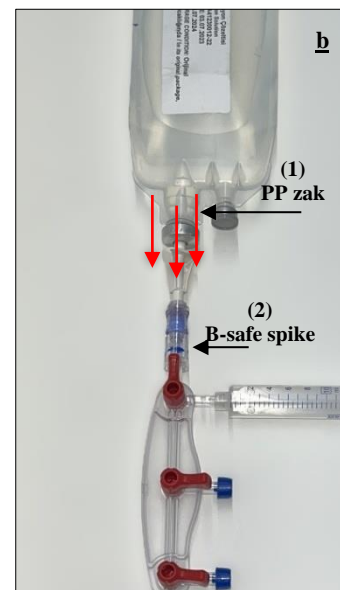

Fig. 34. De B-safe spike (2) van de lege zuurzak (1) halen.
- b) Ontkoppel de B-safe spike (2) van de lege zoutzuurzak (1). (Zie Fig. 34.)